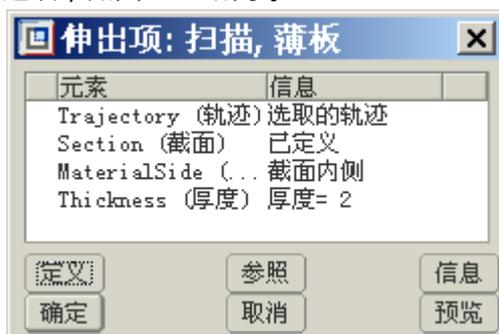

图 49-5
- (6) 单击 ，完成草图绘制，单击『薄板选项』菜单中的【正向】选项。
- (7) 系统提示输入薄板特征的厚度，输入 2.0。
- (8) 模型对话框中的各选项，如图 49-5 所示。